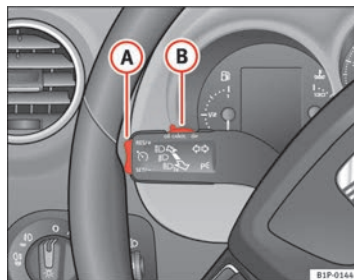

Abb. 133 Blinker- und Fernlichthebel: Schalter und Wippe für die Geschwindigkeitsregelanlage
- Drücken Sie den oberen Teil der Wippe **RES/+** ⇒ Abb. 133 **A**, um die Geschwindigkeit zu erhöhen. Solange Sie die Wippe gedrückt halten, beschleunigt das Fahrzeug. Sobald Sie die Wippe loslassen, wird die neue Geschwindigkeit gespeichert.
Wenn Sie die gespeicherte Geschwindigkeit durch Treten des Bremspedals verringern, wird die Geschwindigkeitsregelanlage deaktiviert. Sie können durch einmaliges Drücken des oberen Teils der Wippe **RES/+** → Abb. 133 **A** die Regelung wieder aufnehmen.